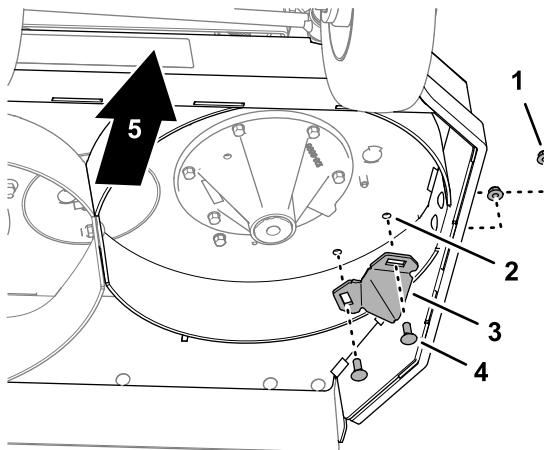

Figura 9
3. En la parte inferior derecha de la carcasa de corte, retire los 2 pernos de cuello cuadrado ($\frac{3}{8}$ " x 1") y las 2 contratueras con arandela prensada ($\frac{3}{8}$ ") que sujetan el golpeador a la carcasa, y retire el golpeador (Figura 9).